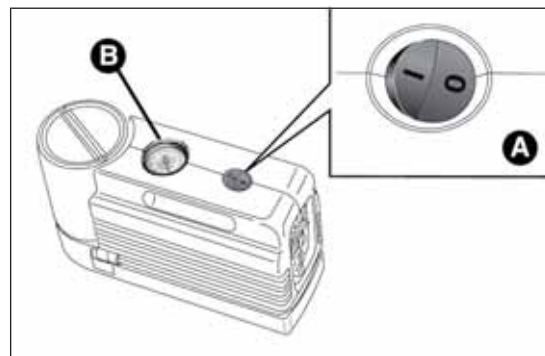
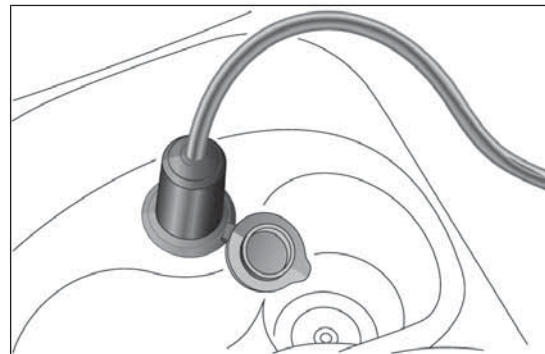

fig. 166
fig. 167
- ☐ assicurarsi che l'interruttore A fig. 166 del compressore sia in posizione 0 (spento), avviare il motore, inserire la spina nella presa di corrente ubicata sul tunnel centrale o nel bagagliaio fig. 167 ed azionare il compressore portando l'interruttore A in posizione I (accesso). Gonfiare lo pneumatico